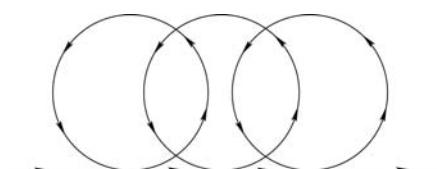

图 1-23 摆线示意图
- 3) 摆线走刀。摆线走刀是高速加工典型的刀位轨迹策略，摆线相当于一个圆沿着一条曲线作纯滚动时，圆上某一固定点的轨迹。采用这种刀具轨迹，刀具在切削时距某条曲线保持一个恒定的半径，从而可使进给速度在加工过程中保持不变，刀具的寿命较长，如图 1-23 所示。